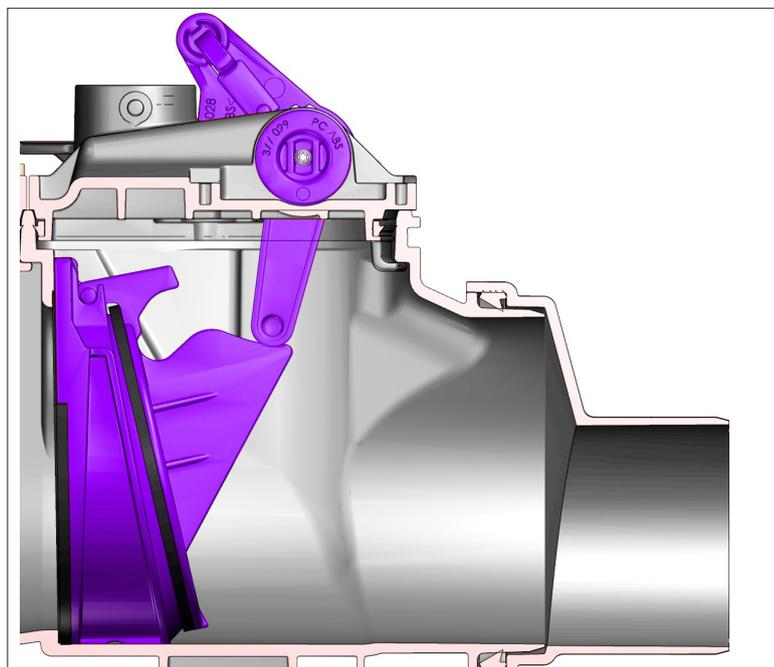

Rys. 15
4.4 Kontrola sondy optycznej (rys. 15)